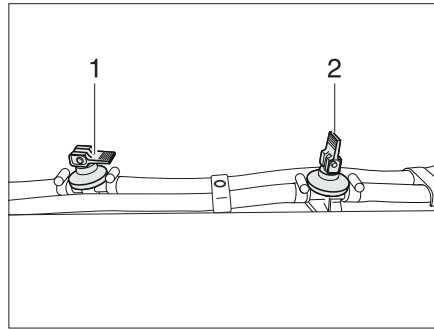

Fig. 343 Llave de desagüe
- Abrir todas las llaves de desagüe. Colocar para ello el balancín (Fig. 343,2) en posición vertical.